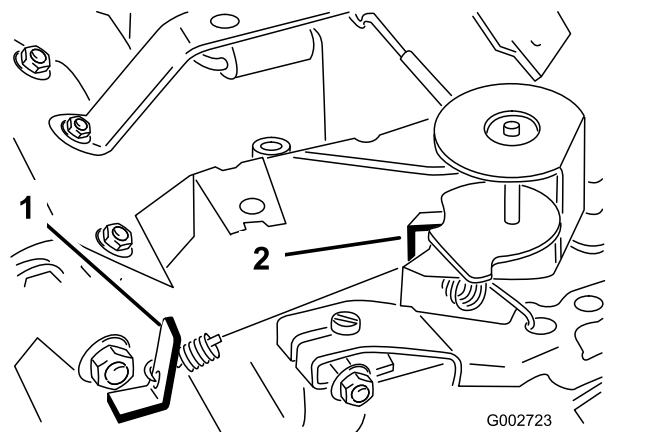

Figura 39
3. Doble la pestaña de anclaje del muelle de regulación del ralentí (Figura 39) hasta obtener una velocidad de ralentí de 1675–1175 rpm.
6. Doble la pestaña de anclaje del muelle de alta velocidad (Figura 39) hasta obtener una velocidad alta de 3350 – 3450 rpm.